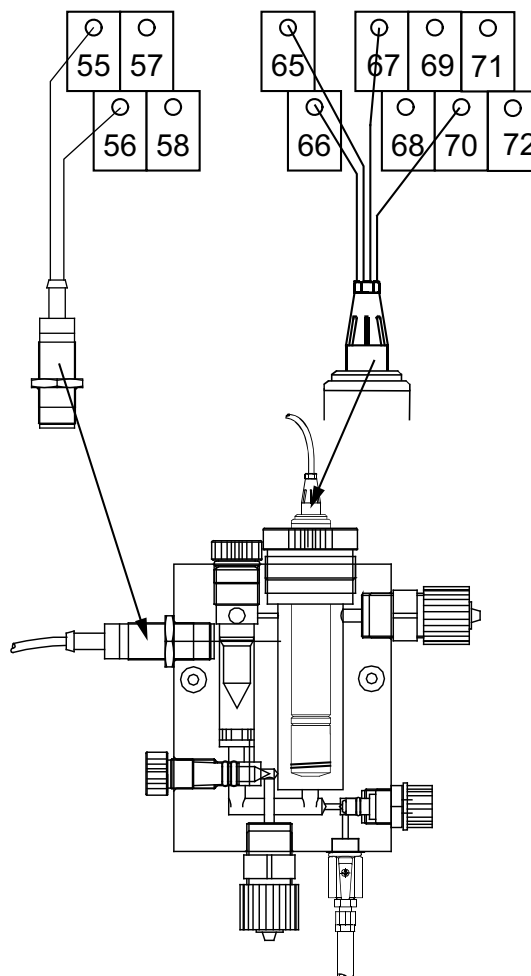

Fig. 10 Ligar ao bloco de ligação do Oxiperm Pro, até versão de software V0.19
- Ligue o cabo com ligação roscada de quatro pinos à célula de medição. Consulte a fig. 10.